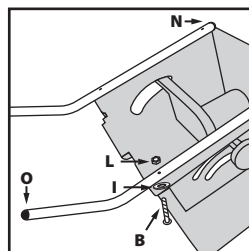

Fig. 3
- Attachez ces deux éléments sur le corps principal de l'outil à l'aide des fixations **B, I et L** (**Fig. 3**).